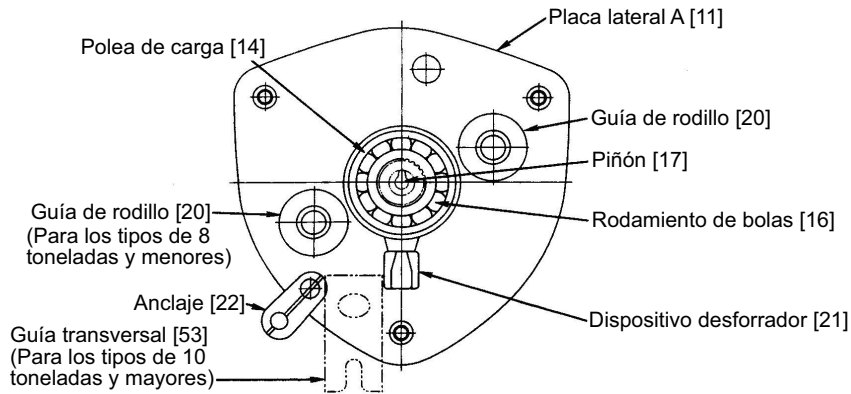

Figura 6-4 Conjunto de la placa lateral
- 5) Engrase las bolas del rodamiento de bolas [16]. Insértelo con el anillo de fijación hacia abajo en la flecha de la polea de carga [14]. Consulte la Figura 6-4.